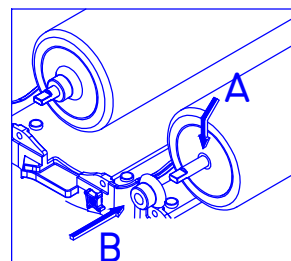

Fig. 19
Lubrifier la surface du cylindre dans la parte attenant à la sortie de l'arbre de transmission indiquée par la flèche (A) Fig.19 .
Appliquer la joint de vis s.f. moyeu, en lubrifiant en soit la partie intérieure que extérieure. (voir flèche B. Fig. 19)